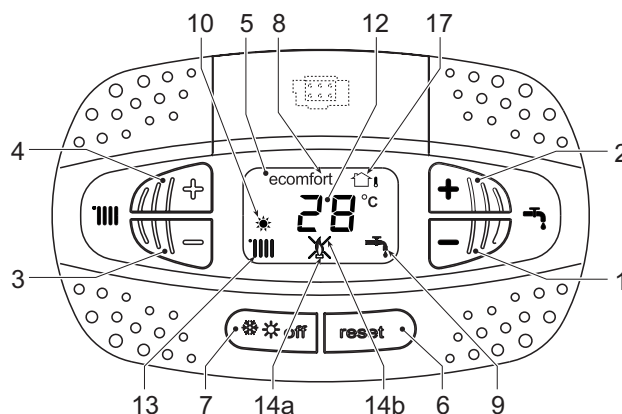

fig. 150 - Pannello di controllo
Legenda pannello fig. 150
Il display (part. 12 - fig. 150) visualizza l'attuale temperatura della mandata riscaldamento e durante il tempo di attesa riscaldamento la scritta "d2".
Il display (part. 12 - fig. 150) visualizza l'attuale temperatura d'uscita dell'acqua calda sanitaria e durante il tempo di attesa sanitario la scritta "d1".
La richiesta Comfort (ripristino della temperatura interna della caldaia), è indicata dal lampeggio del simbolo Comfort. Il display (part. 12 - fig. 150) visualizza l'attuale temperatura dell'acqua contenuta in caldaia.
In caso di anomalia (vedi "11.2 Anomalie caldaia") il display visualizza il codice di guasto (part. 12 - fig. 150) e durante i tempi di attesa di sicurezza le scritte "d3" e "d4".
Per spegnere la caldaia, premere ripetutamente il tasto inverno/estate/off (part. 7 - fig. 150) fino a visualizzare i trattini sul display.
Quando la caldaia viene spenta, la scheda elettronica è ancora alimentata elettricamente. È disabilitato il funzionamento sanitario e riscaldamento. Rimane attivo il sistema antigelo. Per riaccendere la caldaia, premere nuovamente il tasto inverno/estate/off (part. 7 - fig. 150).
Premere il tasto inverno/Estate/off (part. 7 - fig. 150) fino a visualizzare il simbolo Estate (part. 10 - fig. 150): la caldaia erogherà solo acqua sanitaria. Rimane attivo il sistema antigelo.
Per riattivare la modalità Inverno, premere 2 volte il tasto inverno/Estate/off (part. 7 - fig. 150).
Agire sui tasti riscaldamento (part. 3 e 4 - fig. 150) per variare la temperatura da un minimo di 20°C ad un massimo di 80°C.
Agire sui tasti sanitario (part. 1 e 2 - fig. 150) per variare la temperatura da un minimo di 40°C ad un massimo di 55°C.
- Portare la caldaia in modo stand-by e premere il tasto Reset (part. 6 - fig. 150) per 10 secondi.
- Il display visualizza 100 ed il testo "co" lampeggiante; premere il tasto "Riscaldamento +" (part. 4 - fig. 150) fino ad impostare e visualizzare 120.
- Dopodiché premere il tasto "Sanitario +" (part. 2 - fig. 150) fino ad impostare 123.
- Premere 1 volta il tasto Reset (part. 6 - fig. 150).
- Il display visualizza tS lampeggiante; premere 1 volta il tasto "Riscaldamento +" (part. 4 - fig. 150).
- Il display visualizza Sc lampeggiante; premere 1 volta il tasto Reset (part. 6 - fig. 150).
- premere il tasto "Riscaldamento +" (part. 4 - fig. 150).